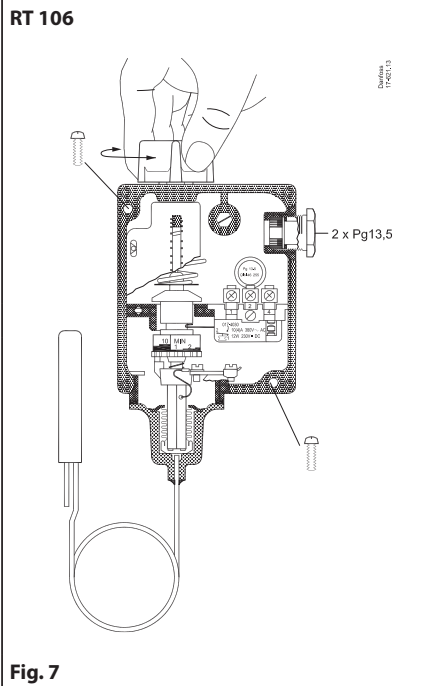
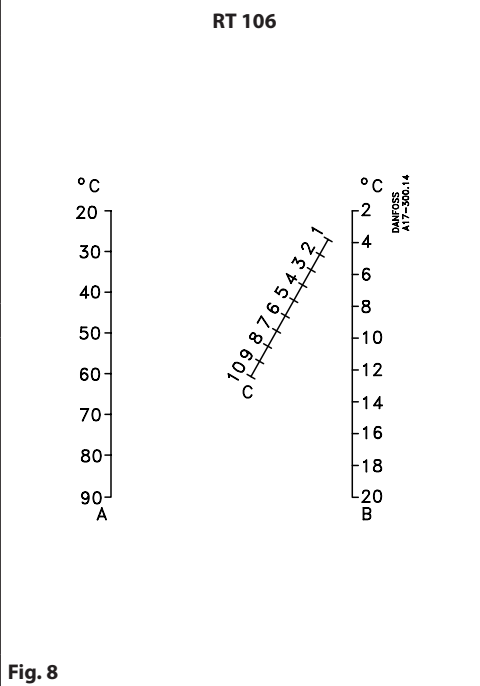

Fig. 7
Fig. 8
Set the thermostat (fig. 7) to the function required (make or break) on falling temperature. Read the setting on the main scale fig. 7.
3. Set the differential adjusting nut fig. 7 on number 3 which can be found by reading of the nomogram in fig. 8.
Indstil termostaten (se figur 7) til den funktion - slutte eller bryde - som ønskes ved faldende temperatur. Aflæs indstilling på hovedskala fig. 7.
3. Indstil differensrullen fig. 7 på tallet 3 som fremkommer ved aflæsning af nomogrammet i figur 8.
Der Thermostat (siehe Fig. 7) ist auf die Funktion - Ein oder Aus - einzustellen, die bei abfallender Temperatur gewünscht wird. Die Einstellung ist an der Hauptskala Fig. 7 abzulesen.
3. Die Differenzrolle fig. 7 ist auf die Zahl 3 einzustellen, die auf dem Nomogramm in Fig. 8 abzulesen ist.
Régler le thermostat (voir fig.7) pour la fonction désirée - fermeture ou ouverture du circuit - à température décroissante. Relever le réglage sur l'échelle principale fig.7.